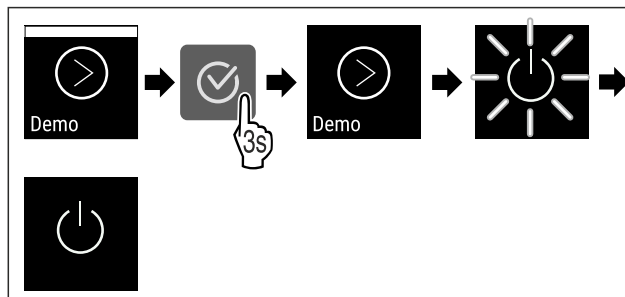

Fig. 100
- ▶ Végezze el a gyakorlati lépéseket (lásd Fig. 100) .